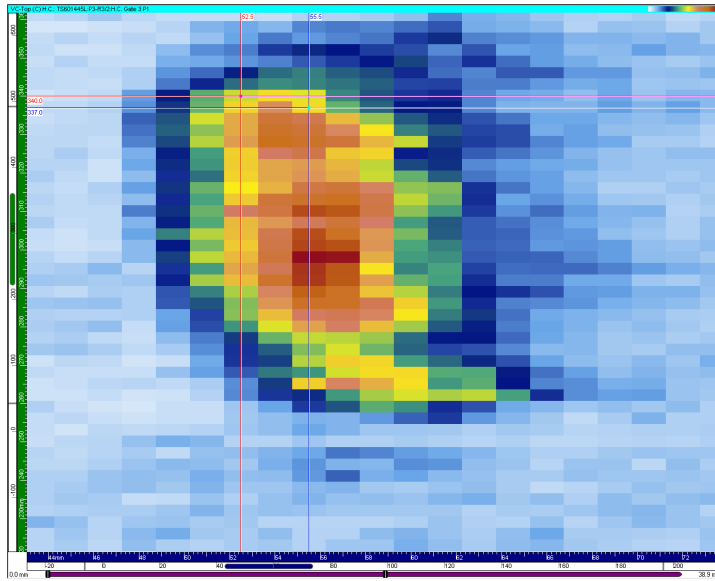

Abbildung 7-84 Hysteresekorrektur (Beispiel)
- Die ausgewählte Datengruppe ist nun korrigiert (siehe Abbildung 7-84 auf Seite 452).